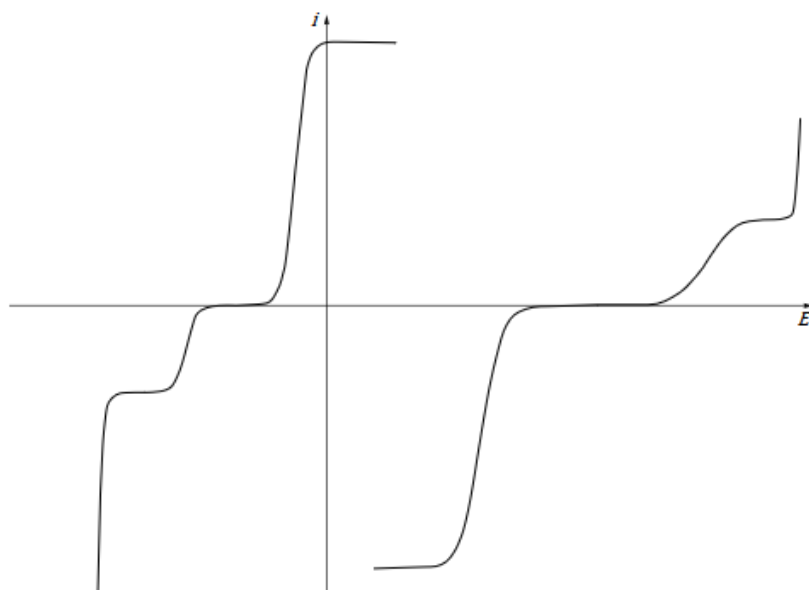

Figure 4. Courbes (i - E) acquises dans chacun des deux compartiments au cours d'une charge de la batterie.
Deux compartiments, reliés électriquement par une membrane semi-perméable, sont considérés, contenant d'un côté $\text{VO}_2^+/\text{VO}^{2+}$, et de l'autre $\text{V}^{3+}/\text{V}^{2+}$. Les électrodes sont dans les deux cas en carbone et les courbes intensité-potentiel (i - E) ont été enregistrées dans chacun des compartiments au cours d'une charge de la batterie (Figure 4).
- 14- Recopier les courbes de la Figure 4 en indiquant les différentes réactions d'oxydo-réductions qui peuvent se dérouler. Justifier la présence ou l'absence de paliers. Identifier l'anode et la cathode en mode pile.
- 15- D'après les graphes (Figure 4), que peut-on dire sur la cinétique des couples du vanadium ?